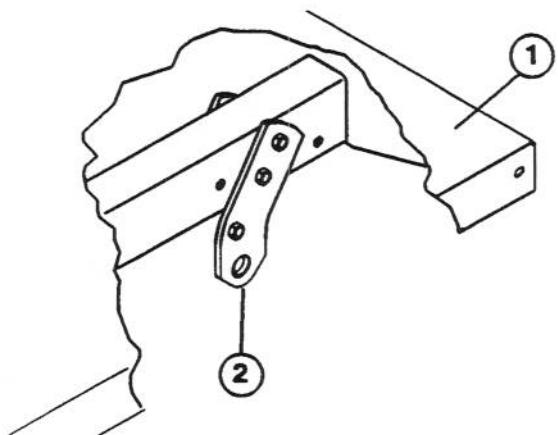

Figure 5
4. Monter chaque jeu de plaquettes d'articulation arrière sur les profilés gauche et droit du châssis du plateau avec les vis à tête creuse et contre-écrous enlevés précédemment. Positionner les pattes sur le plateau 3/3 comme illustré dans la figure, et sur le plateau 2/3 comme illustré à la Figure 5.